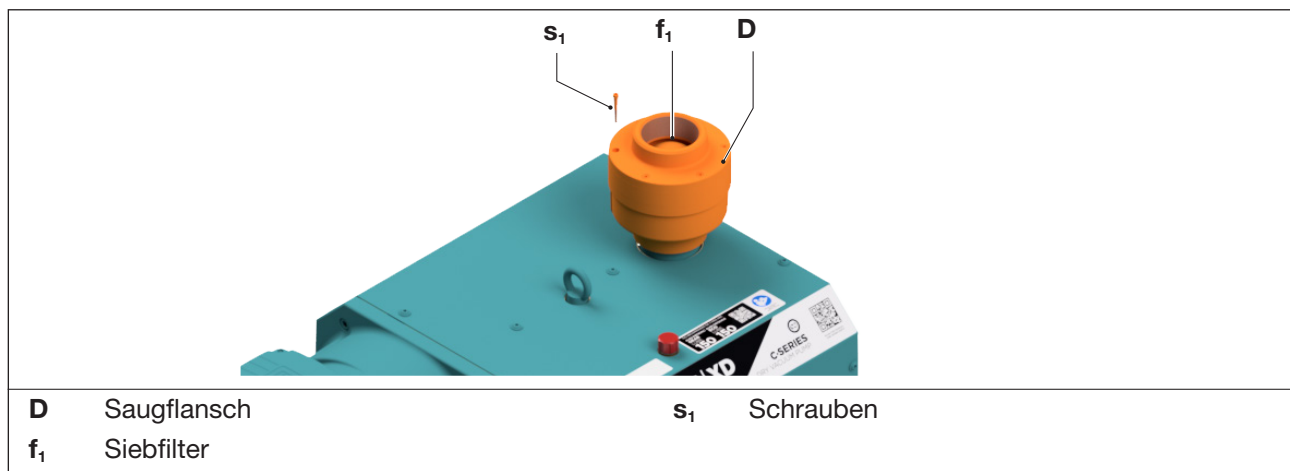

Abb. 6 Siebfilter
- Saugflansch (Abb. 6/D) nach Lösen der Schrauben (Abb. 6/s₁) abnehmen.
- Siebfilter (Abb. 6/f₁) reinigen. Überprüfen Sie auch das Rückschlagventil auf Verunreinigungen und reinigen Sie es bei Bedarf.
- Saugflansch (Abb. 6/D) wieder montieren und Schrauben (Abb. 6/s₁) anziehen. Anzugsmoment: 10 Nm.